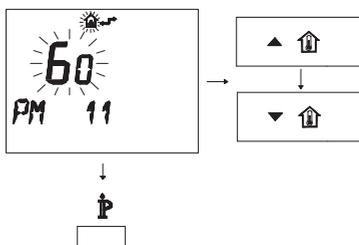

Figura 5.45
- Per modificare il SET programmato agire sui pulsanti ▲⬆️ o ▼⬆️ e aspettare che il numero programmato cominci a lampeggiare (Figura 5.45). Ogni passo incrementato o decrementato corrisponde a 1 secondi.